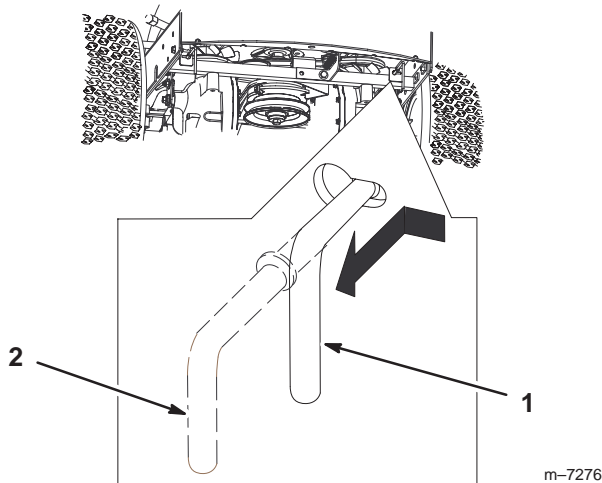

Bild 14
3. Schieben Sie die beiden Sicherheitshebel nach innen, und drücken Sie beide so weit hinein, bis die Scheibe auf der Stange den Schlitz passiert (Bild 14).
4. Drücken Sie die Hebel nach außen, um sie zu arretieren (Bild 14).
Schieben Sie beide Sicherheitshebel nach innen und ziehen Sie sie ganz durch den Schlitz nach hinten (Bild 14).